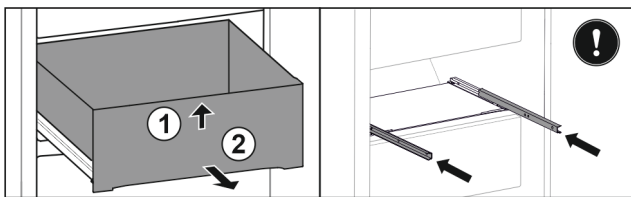

Fig. 147
- ▶ Lade aan de voorkant optillen. Fig. 147 (1)
- ▶ Lade naar voren toe verwijderen. Fig. 147 (2)